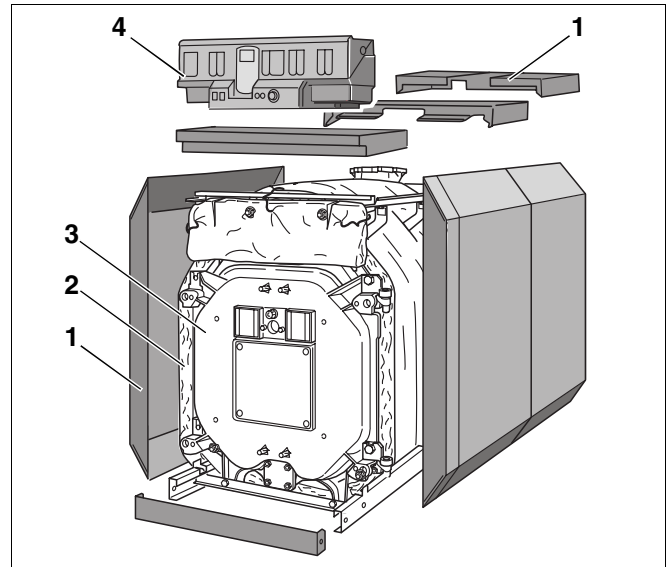
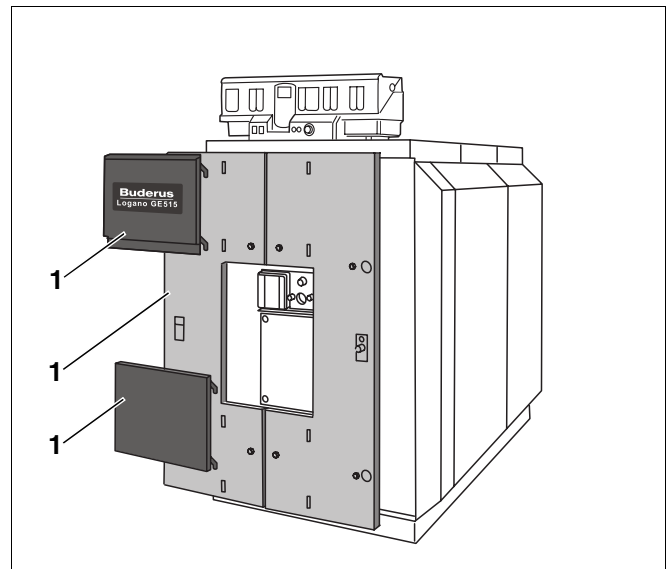

Рис. 1 Специальный отопительный котел Logano GE515 на дизельном и газовом топливе
Рис. 2 Специальный отопительный котел Logano GE515 на дизельном и газовом топливе
- Блок котла (рис. 1, **поз. 3**).
- Обшивка котла (облицовка рис. 1 и рис. 2, **поз. 1**), теплоизоляция (рис. 1, **поз. 2**).
- Система управления (рис. 1, **поз. 4**)